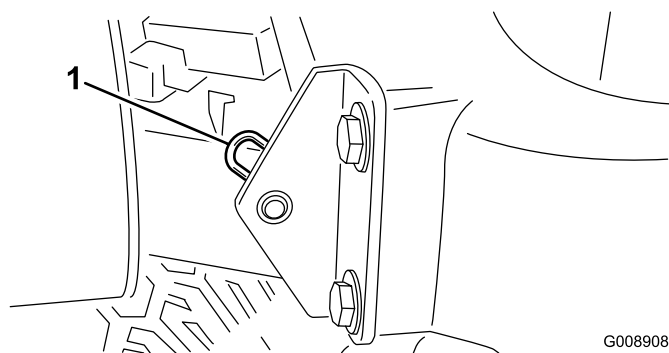

図 46
- フードのピボット部をブラケットに固定しているヘアピンコッターを抜き取る 図 46。